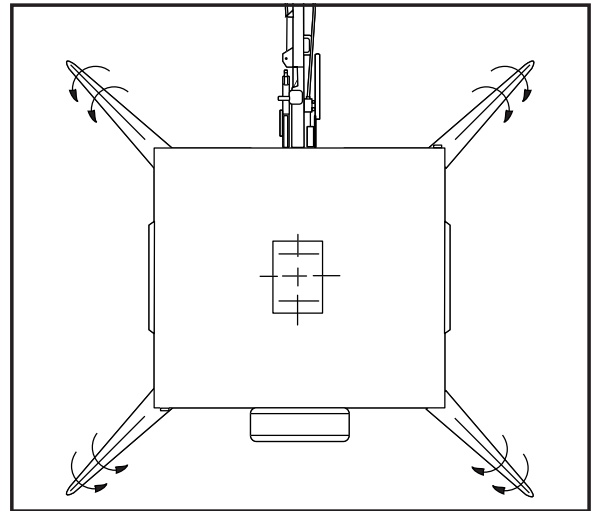

Bild 66 Dachplane zusammenklappen
- (4) Zubehör und Vorrat gemäß Beladeplan (Abschnitt 1.5) verstauen.
- (5) Druckdeckel der Druckkoch- und Druckbratkessel schließen und Deckel mit Kabelbindern vor selbstständigem Öffnen während der Fahrt sichern.
- (6) Deckel der Warmwasserkessel schließen.
- (7) Backmuffelklappen (67/4) schließen.
- (8) Vordere und hintere Armaturenabdeckung (67/16 und 67/5) schließen.
- (9) Brenner im Brennerraum in die Transportstellung schieben, Brennerraumklappen (67/7 und 67/18) schließen und sichern.
- (10) Arbeitsplatten (67/8) hochklappen und einrasten.
- (11) Ggf. Seitenplane abbauen (siehe Abschnitt 2.1.8.2).
(12) Dach zusammenklappen:
- Vorderes und hinteres Dachteil abklappen dabei die losen Eckteile der Dachplane nach außen ziehen, einrollen (Bild 66) und die Dachplane über Eck vergurten.